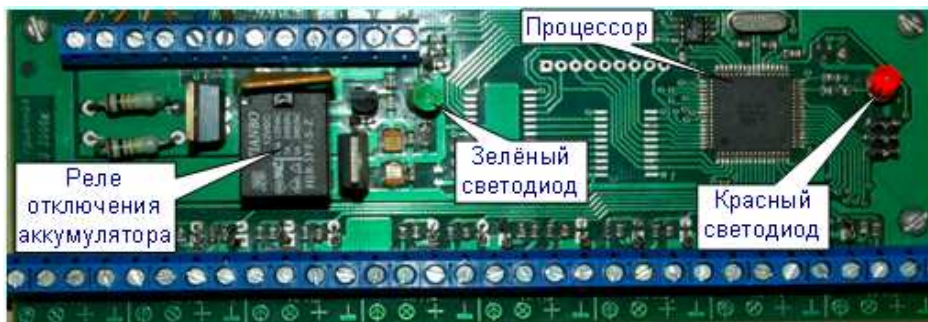

Рисунок 3. Плата приёмная.
1.4.3 Далее сигнал поступает на плату приемную (рисунок 3), которая производит следующие действия: